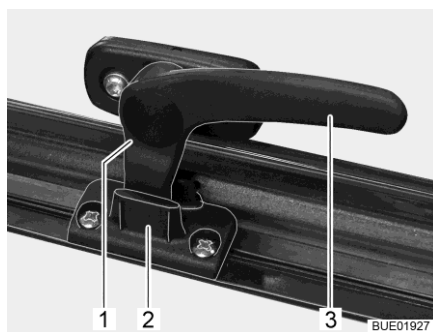

Fig. 18 Levier de verrouillage en position "Aération permanente"
- En position "Aération permanente" (Fig. 18)
- Tourner le levier de verrouillage (Fig. 18,3) d'un quart de tour vers le centre de la fenêtre.
- Tourner le levier de verrouillage d'un quart de tour vers le cadre de la fenêtre. Le tenon de verrouillage (Fig. 18,1) doit pénétrer alors dans le logement prévu à cet effet dans le verrouillage de fenêtre (Fig. 18,2).